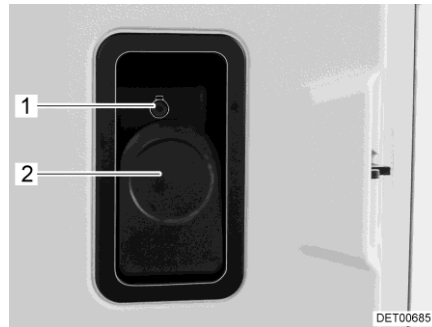

Bild 29 Türschloss (Eingangstür innen)
- Öffnen:** ■ Hebel (Bild 29,2) ziehen.
- Verriegeln:** ■ Sicherungsknopf (Bild 29,1) hineindrücken.